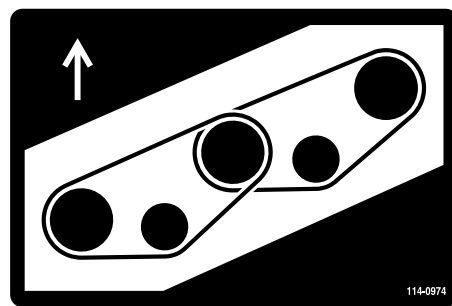
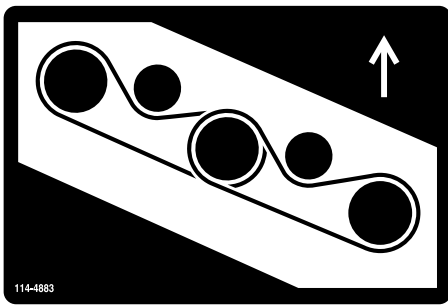

Bild 125
Bild 126
7. Verlegen Sie den neuen Riemen um die Spindelscheiben und die Spannscheiben (**Bild 125** und **Bild 126**).